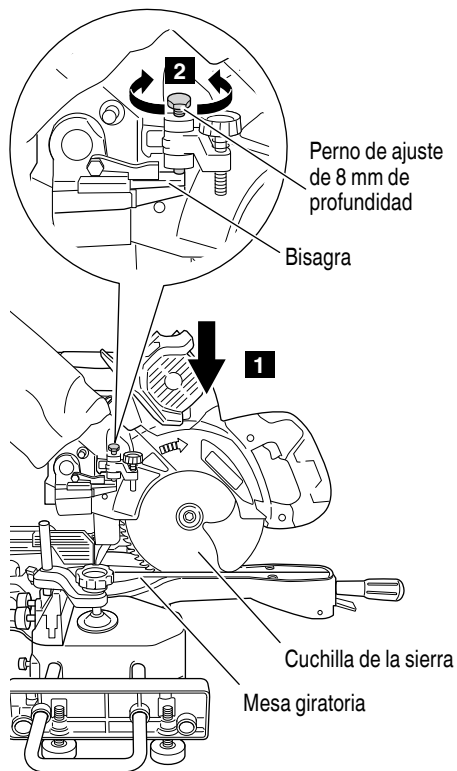

Fig. 18
Para ajustar la posición de límite inferior de la cuchilla de sierra, siga el procedimiento (1) indicado abajo (Fig. 18).